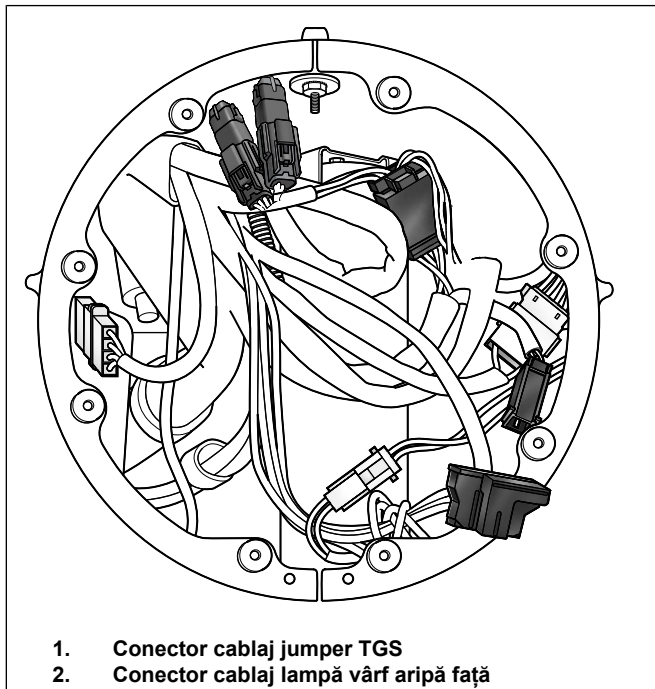

Figura 7. Cablarea farului Road King
- a. Consultați Figura 7 . Localizați cablurile luminii de pe vârful aripii.
- a. Consultați Figura 7 . Localizați cablurile luminii de pe vârful aripii (2).
5. Consultați Figura 7 . Conectați jumătatea conectorului TGS de la mânerul din dreapta la jumătatea conectorului cablajului (1).